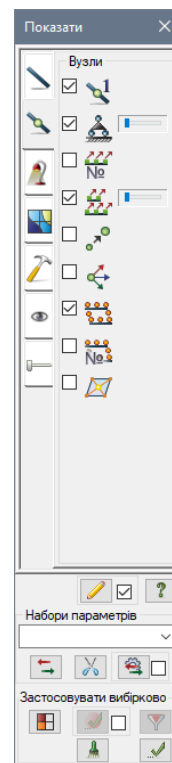

Рис. 2.4. Діалогове вікно Показати
- В діалоговому вікні **Показати** (рис. 2.4) перейдіть на другу закладку **Вузли** і встановіть прапорець **Номери вузлів**.